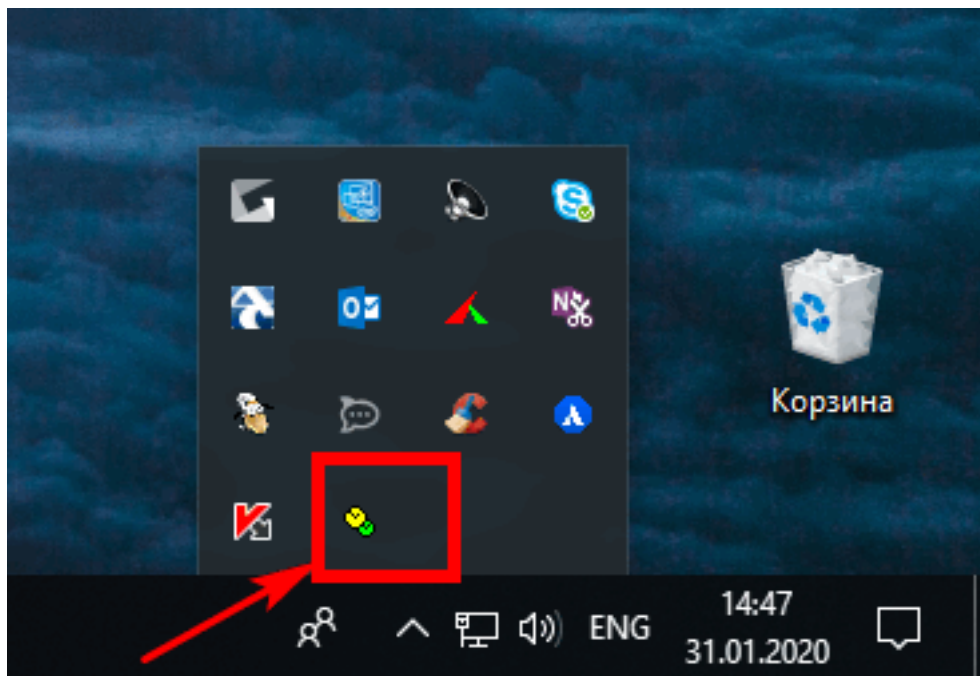

Рисунок 70 - Область уведомлений Windows
4. Программа появится в области уведомлений Windows. Запустите ее нажатием ЛКМ (Рисунок 70).